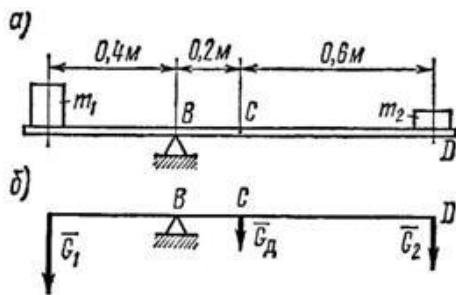

Рисунок 10
1. Какова должна быть масса однородной доски (рис. 10, а), чтобы, опираясь в точке В на гладкую опору, она с положенными на нее грузами $m_1 = 100 \text{ кг}$ и $m_2 = 48 \text{ кг}$ находилась в равновесии? Центр тяжести доски расположен в точке С.